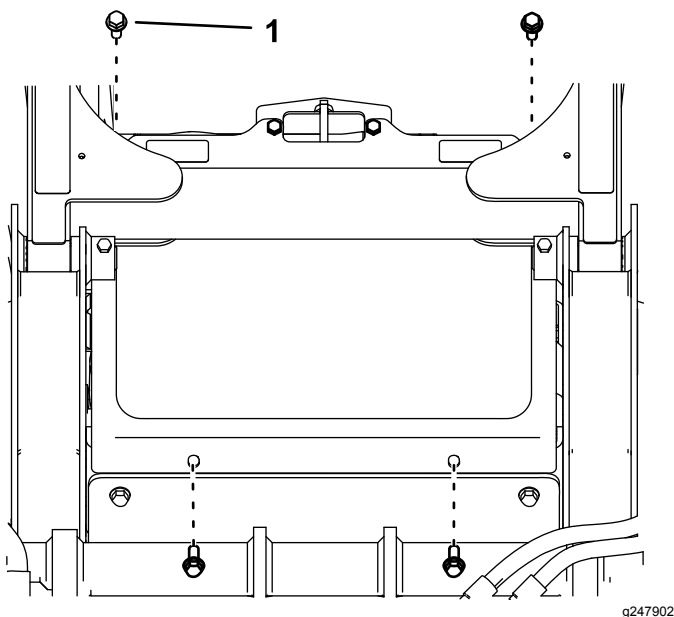

Figure 20
1. Fixez le panneau de protection avant à l'aide les 4 boulons ( $\frac{3}{8}$ " x 1") retirés précédemment (Figure 20).